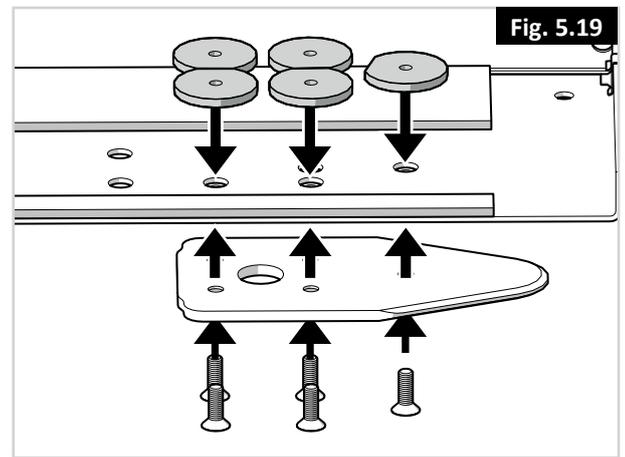

Fig. 5.19
- Coloque los cinco tornillos junto con el espaciador/ espaciadores de plástico (para evitar que las baterías entren en contacto con las tuercas) y la placa de bloqueo en la parte inferior de la caja del chasis. Torsiones de ajuste: 16-18 Nm/13.3 libras por pie (Fig. 5.19).